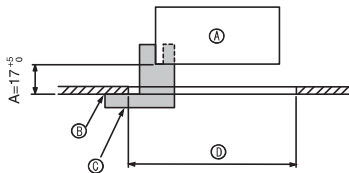

Fig. 9-2
① หมายเหตุ	1	950 × 950 (มม.)
② สกรูพร้อมวงแหวน	4	M5 × 0.8 × 25
③ เกจ	1	(แบ่งออกเป็น 4 ส่วน)
④ สายรัด	3
⑤ สกรู	4	4 × 8
⑥ สกรู	1	4 × 12
⑦ ริโมทคอนโทรลแบบไร้สาย	1	สำหรับ PLP-6BALM
⑧ ริโมทคอนโทรลแบบมีสาย	1	สำหรับ PLP-6BAMD
9.2. การเตรียมการติดตั้งตะแกรง (Fig. 9-2)
- ใช้เกจ ③ ที่ให้มาพร้อมคู่มือชุดนี้ ปรับและเช็คตำแหน่งของเครื่องให้ติดกับเพดาน หากเครื่องติดตั้งในตำแหน่งที่ไม่เหมาะสมกับเพดาน อาจทำให้อากาศรั่วและเกิดการสะสมของหยดน้ำ